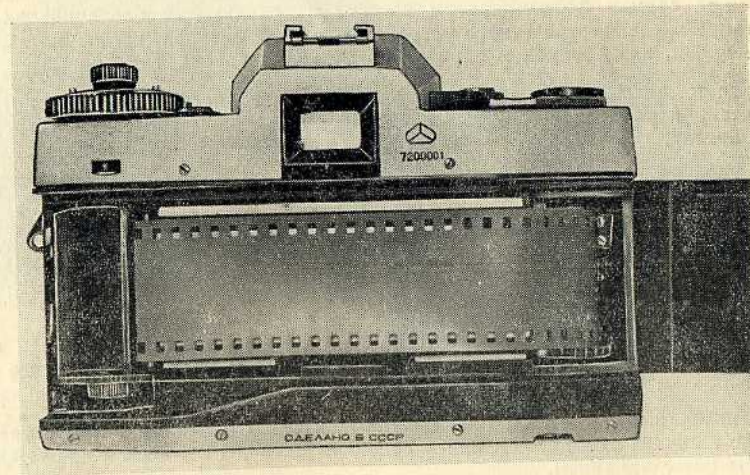

Рис. 9. Заряженный аппарат.
5. Придерживая пленку и поджимая ее к зубьям транспортирующего барабана левой рукой, повернуть рычаг взвода затвора и убедиться, что один из зубьев попал в перфорационное отверстие пленки (рис. 9) и пленка наматывается на приемную катушку.